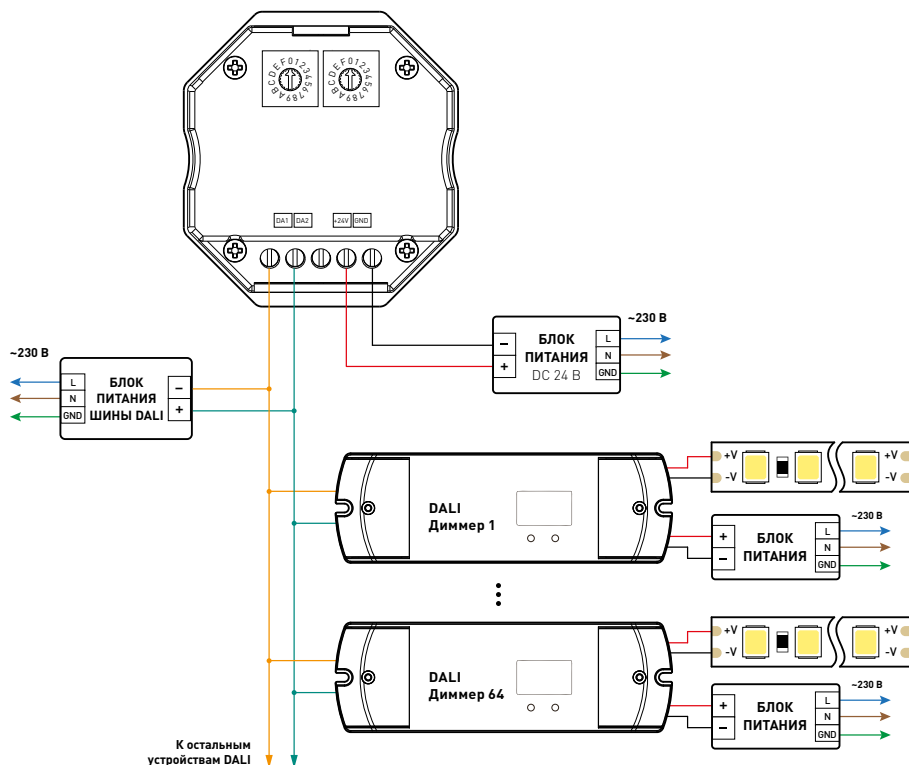

Рис. 2. Схема подключения панели
- 3.2. Подключите панель согласно схеме на рис. 2: